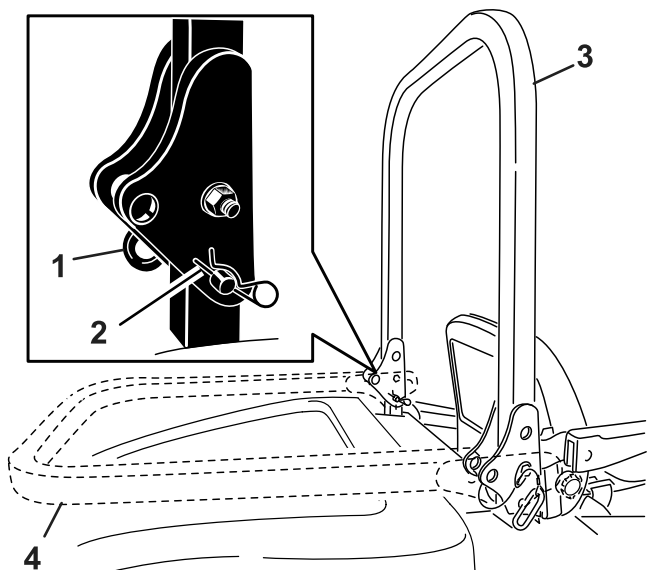

図 23
2. ROPSを立てた状態で、ヘアピンコッターと2本のピンを抜き取る 図 23。